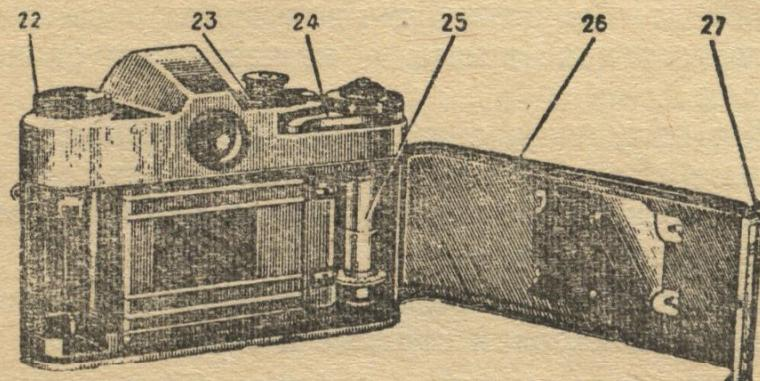

Рис. 3.
Поэтому при работе с этой лампой рукоятку синхронизации 23 нужно установить на знак «Х» (рис. 3).
1. Взведите затвор, повернув до отказа взводной рычаг (рис. 3).